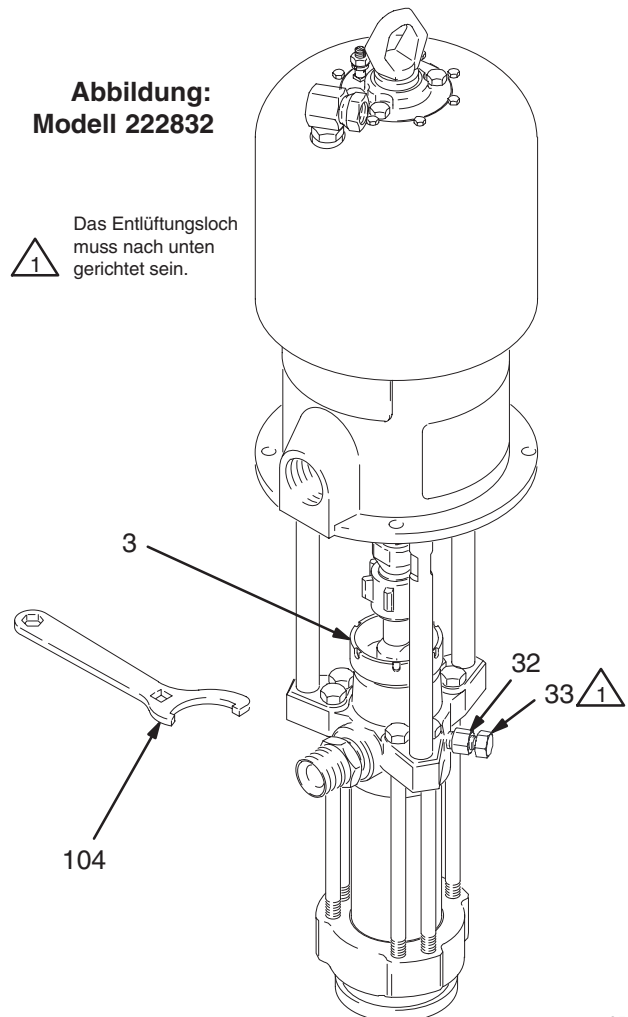

Abb. 5
Packungsmutter/Nassbehälter (3) zu 1/3 mit Graco-TSL-Flüssigkeit oder einem verträglichen Lösemittel füllen. Siehe Abb. 5. Mit dem im Lieferumfang enthaltenen Schlüssel (104) die Packungsmutter nicht zu fest, sondern gerade nur satt anziehen. Vor dem Einstellen der Packungsmutter die oben unter der **Druckentlastungs-Warnung** aufgeführten Schritte ausführen.
4. Wenn sich die Pumpe nicht vollständig füllt, den Ablassventilstopfen (33) etwas öffnen. Die Luftöffnung an der Unterseite des Ventilkörpers (32) als Entlüftungsventil verwenden, bis das Material aus der Öffnung austritt. Siehe Abb. 5. Den Stopfen (33) schließen.
8. Wenn sich die Pumpe nicht vollständig füllt, den Ablassventilstopfen (33) etwas öffnen. Die Luftöffnung an der Unterseite des Ventilkörpers (32) als Entlüftungsventil verwenden, bis das Material aus der Öffnung austritt. Siehe Abb. 5. Den Stopfen (33) schließen.